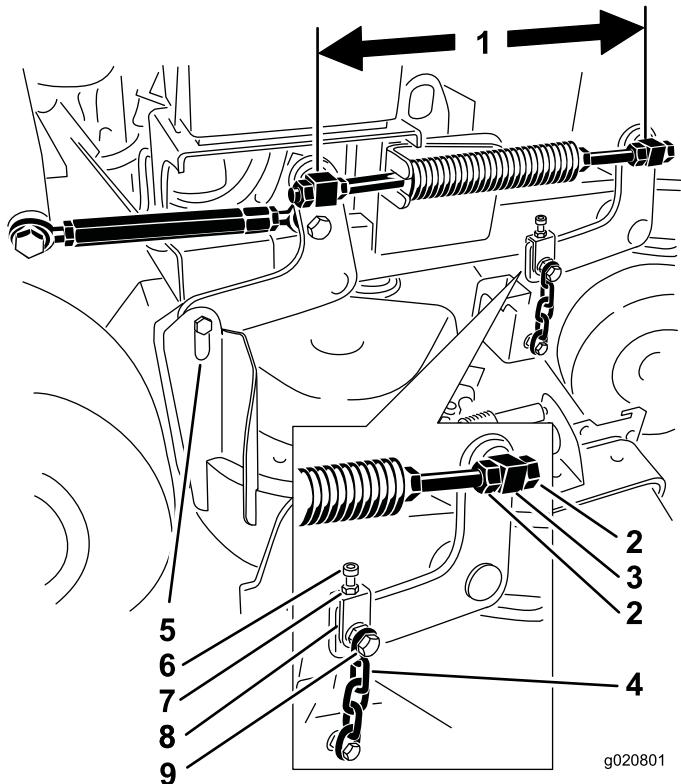

Figura 81
6. Compruebe la distancia entre los pivotes; mida del centro de un pivote al centro del otro (distancia entre centros) en cada varilla roscada. La longitud debe ser de 49.5 cm (19-1/2 pulgadas) para carcasa de corte de 91 cm (36 pulgadas) y de 43.7 cm (17-3/16 pulgadas) para carcasa de corte de 102 cm (40 pulgadas) (Figura 81).
11. Si es necesario ajustarlo, afloje el perno superior de la cadena (Figura 81).
6. Afloje los pernos superiores de las cadenas (Figura 81).